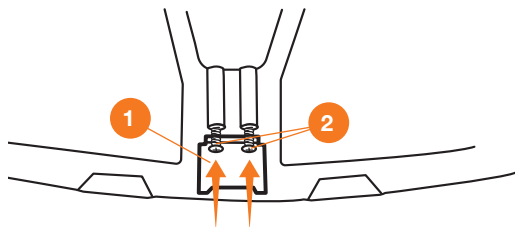

Рис. 6
- На защитный кожух установите подрезной нож **1** и закрепите его двумя саморезами **2**, снимите с ножа защитную накладку (Рис. 6).